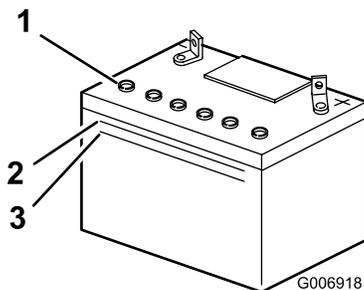

Figure 28
- Observez le côté de la batterie. Le niveau de l'électrolyte doit atteindre le trait supérieur (Figure 28).
Remarque: Le niveau d'électrolyte ne doit pas descendre au-dessous du trait inférieur (Figure 28).
- Enlevez les bouchons d'aération de la batterie (Figure 28)
- Attendez 5 à 10 minutes après avoir rempli les éléments. Au besoin, ajoutez de l'eau distillée pour amener le niveau jusqu'au repère supérieur sur le côté de la batterie (Figure 28).